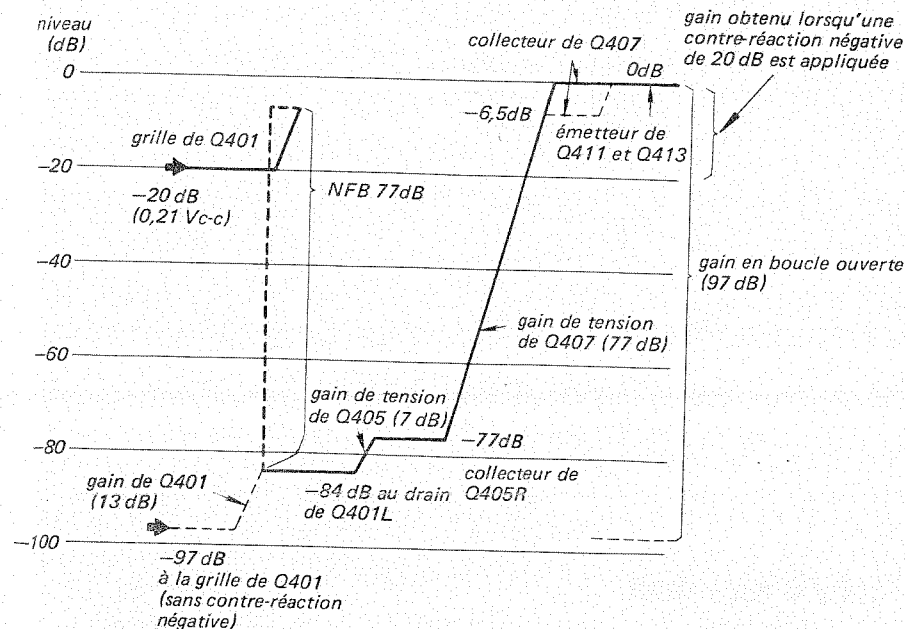

Fig. 12
- Le diagramme de niveau est montré Fig. 12. Une contre-réaction négative de 77 dB est appliquée à l'amplificateur qui possède un gain boucle ouverte de 97 dB. Puisque le gain d'un amplificateur à contre-réaction négative se trouve réduit uniquement par la quantité de contre-réaction négative appliquée à cet étage, le niveau au drain de Q401 devient de -84 dB. Cela explique le niveau du signal trop bas difficilement mesurable aux points intermédiaires de l'amplificateur.